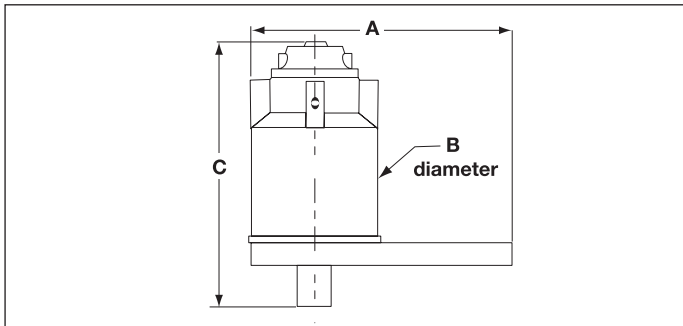

**Figure 1, Remplacement de la plaque de réaction**
Un carré d'entraînement de sortie à cisaillement contrôlé (Fig. 1, article 4) protège les composants internes au cas où la capacité de sortie maximale est dépassée. Cette protection de surcharge cause la fracture de l'entraînement lorsque la sortie excède de 103 % à 110 % de la capacité de sortie évaluée. Un entraînement de remplacement est inclus avec le multiplicateur de couple (E391, E392, E393, E492, E493, E494, E495). (Il est possible de commander des remplacements supplémentaires auprès du distributeur Enerpac.)
3. Installer la douille femelle du carré d'entraînement de la bonne grandeur sur la sortie du carré d'entraînement du multiplicateur de couple (Fig. 1, article 4). Placer la douille et le multiplicateur de couple sur la fixation pour la serrer.